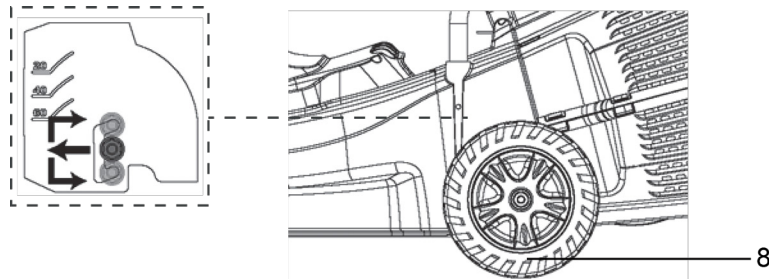

Fig. 9
3. Choisissez une rainure et insérez l'essieu (8) à l'intérieur (fig. 9).